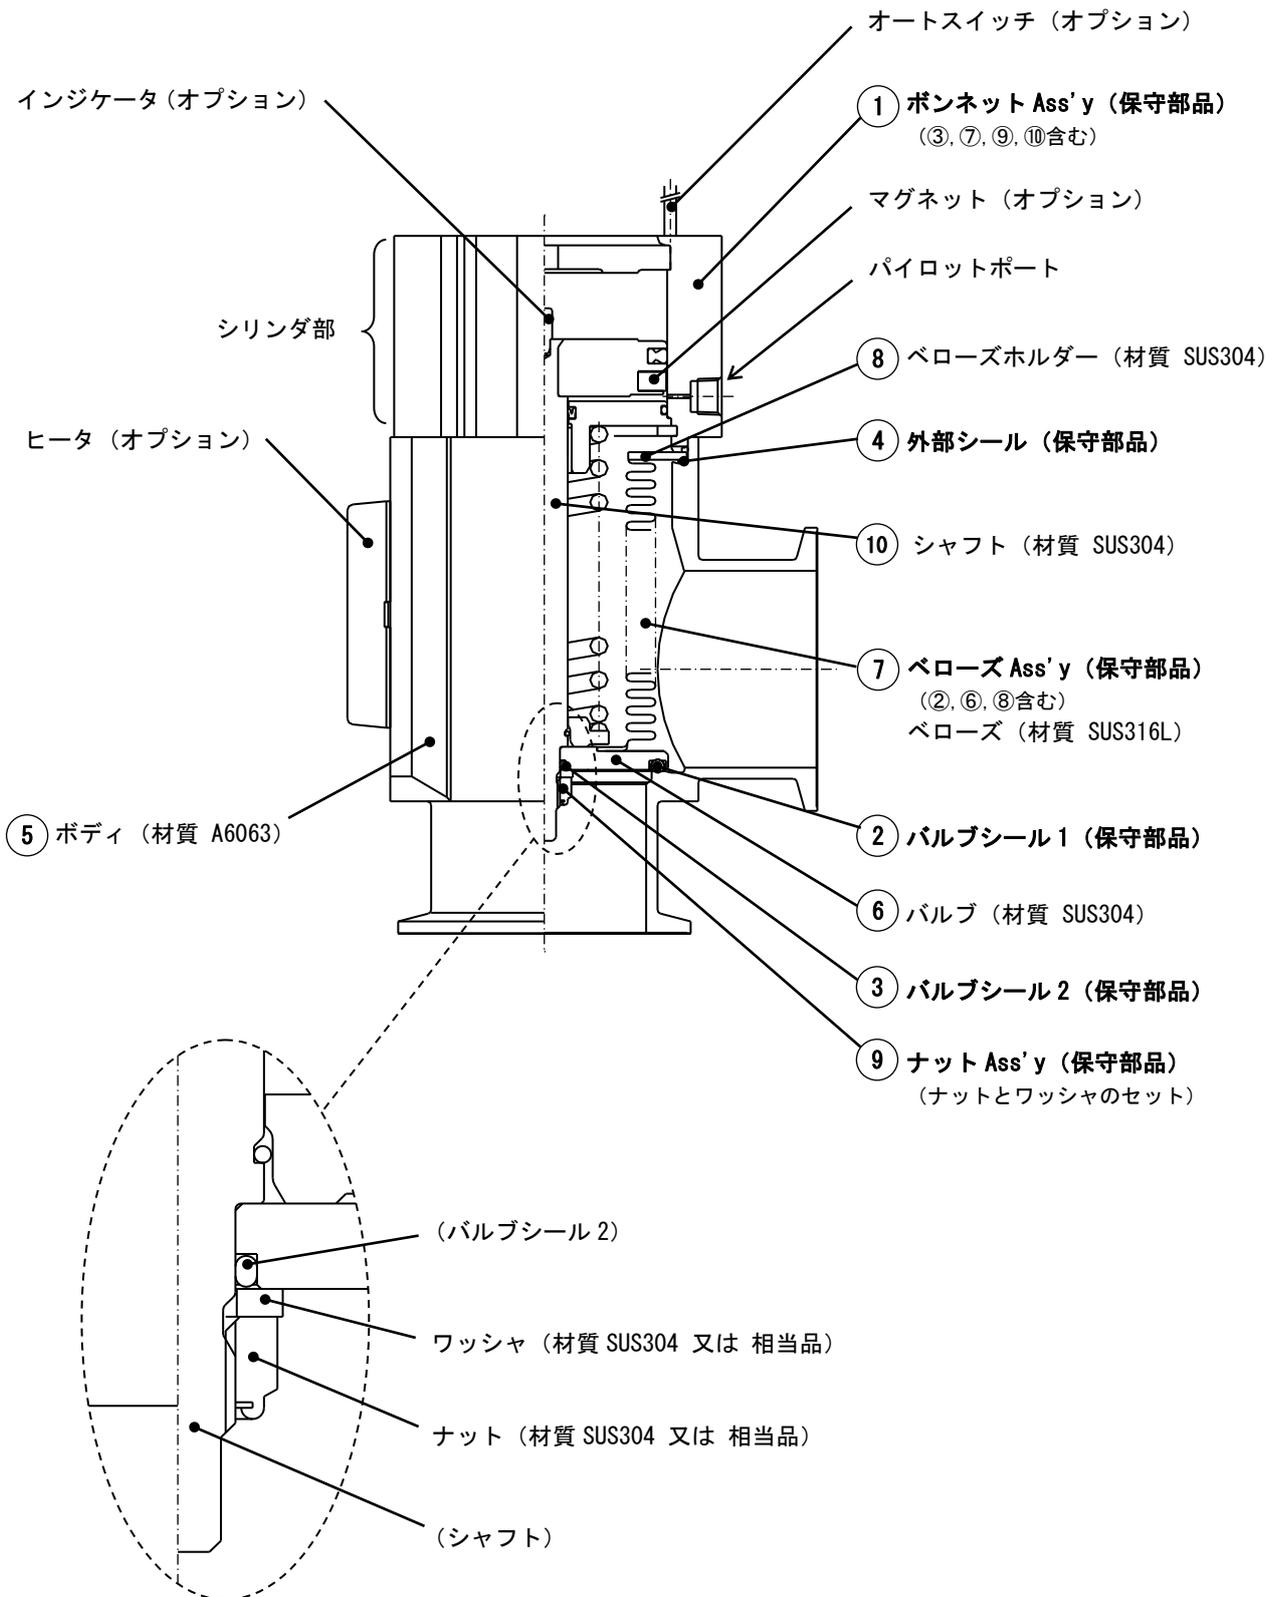

図 1. 製品構造断面 (XLA 参考)
- ① デポジットを除去する場合は、各部品に傷を付けないようにしてください。
- ② 保守部品については「2項 準備作業 表4. 保守部品 (P6) および図1. 製品構造断面 (P7)」をご参照ください。保守部品と記載されている部品が交換可能です。
- ③ 保守部品は当社規格品をご使用ください。